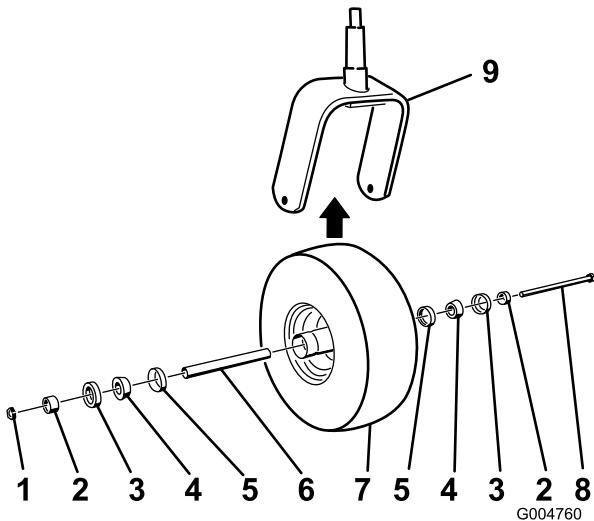

Figure 48
5. Montez la roue pivotante en poussant les roulements à rouleaux coniques et les joints, garnis de graisse, dans le moyeu, en les positionnant comme indiqué à la Figure 48.
2. Enlevez le contre-écrou du boulon qui fixe la roue pivotante à la chape (Figure 48).